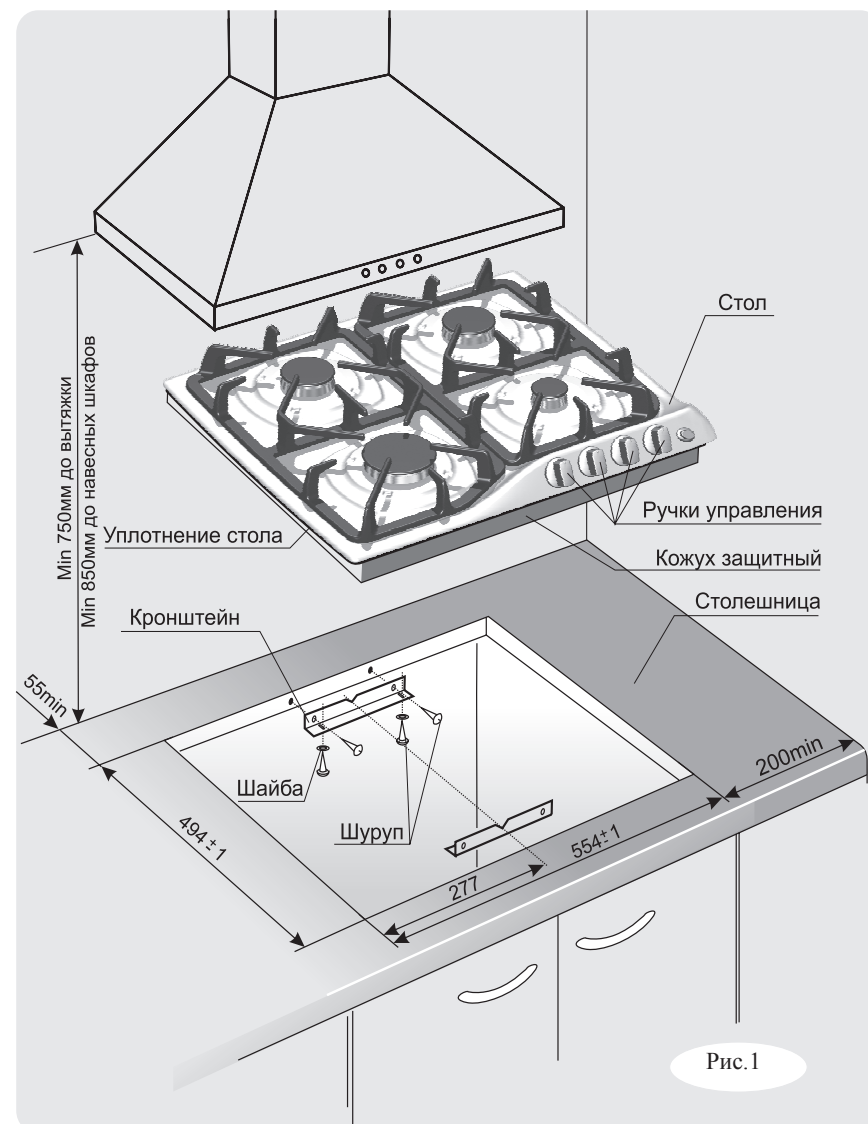

Рис. 1
1. Точно разметить на столешнице контур проема под встраиваемый стол в соответствии с рис.1.